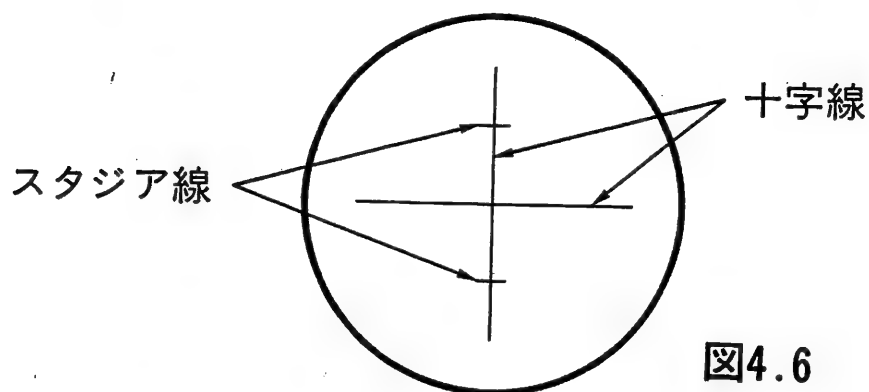

図4.6
- 1) スタジア線に挟まれた長さ l (cm) を測定します。（図4.6）